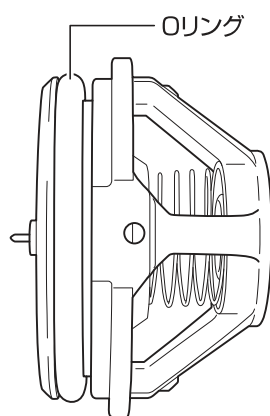
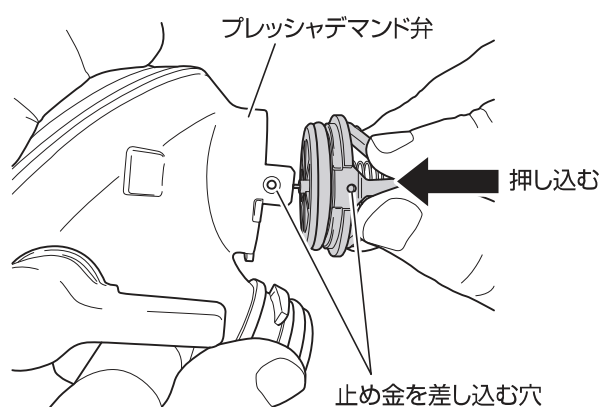

図 48 呼吸弁セット
図 49 呼吸弁セットの取り付け向き
- ・ 呼吸弁セットのOリングがある側をプレッシャデマンド弁に向け、それぞれについている、止め金を差し込む穴が合うように押し込み、取り付けてください。（図 48、図 49 参照）